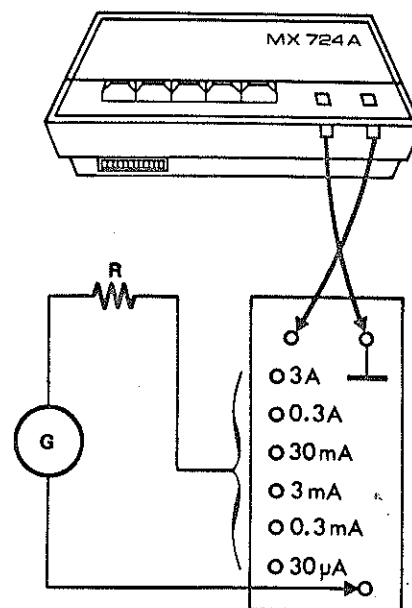

FIG 5 — Mesure du courant avec boîte de shunts
- Enfoncer la touche (3) V- ou (4) V~
- Brancher la boîte comme indiqué Fig. 5